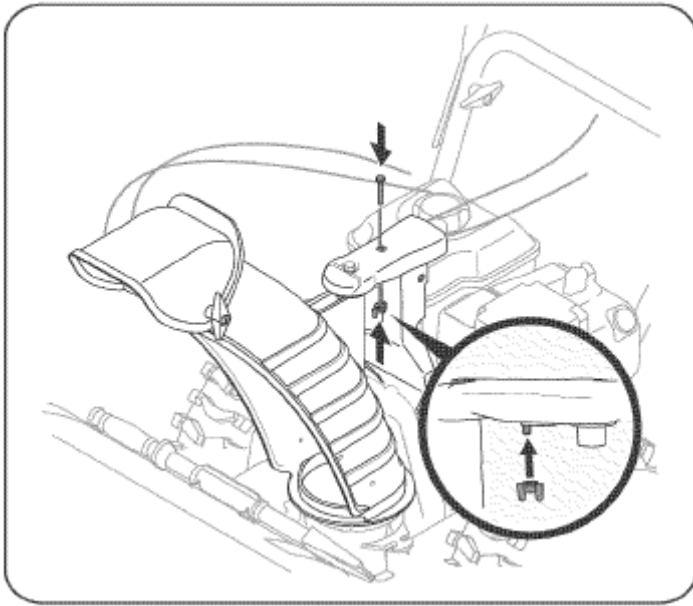

Рисунок 4
5. Окончательно прикрепите блок управления желобом к поддерживающему кронштейну с помощью крыльчатой гайки (барашка) и гексагонального винта, снятых на шаге 2. (См. рис. 4).